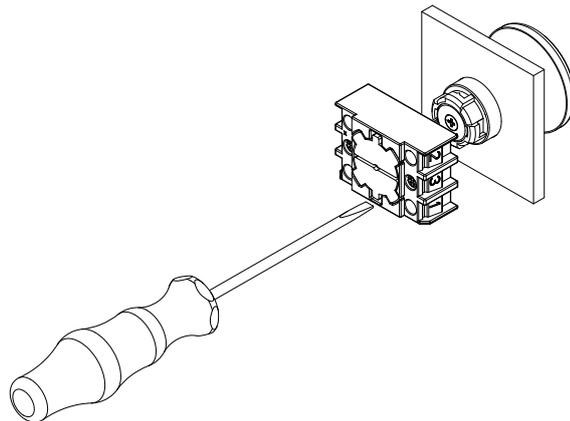

Abb. 1
- Die Montage von Bedienelementen und Montageflansch durch Anziehen der Schrauben des Montageflansches mit einem Schlitzschraubendreher der Größe 2 (siehe Abb. 1)
1. Die Montage von Bedienelementen und Montageflansch durch Anziehen der Schrauben des Montageflansches mit einem Schlitzschraubendreher der Größe 2 (siehe Abschnitt 3.1, Abb.1)